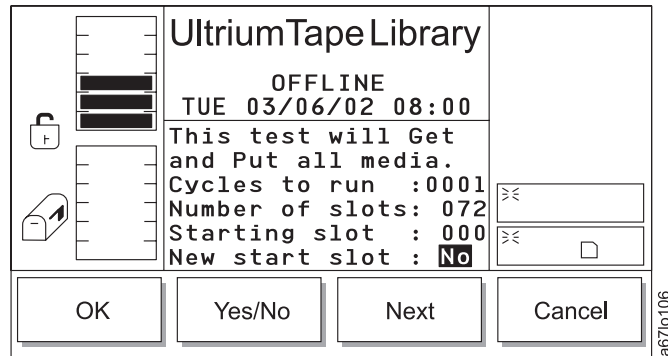

Abbildung 169. Dialog für neues Anfangsablagefach
- Wird **Next** ausgewählt, wird das nächste Feld in der Liste zum aktiven Feld. Wird mit dem Druckknopf **Next** das Feld **New start slot** aktiviert, erscheint der Dialog für neues Anfangsablagefach (siehe Abb. 169 auf Seite 183). Ist das Ende der Feldliste erreicht, wird wieder das erste Feld in der Liste zum aktiven Feld.
Tabelle 118. Übersetzung von Abb. 169, Dialog für neues Anfangsablagefach